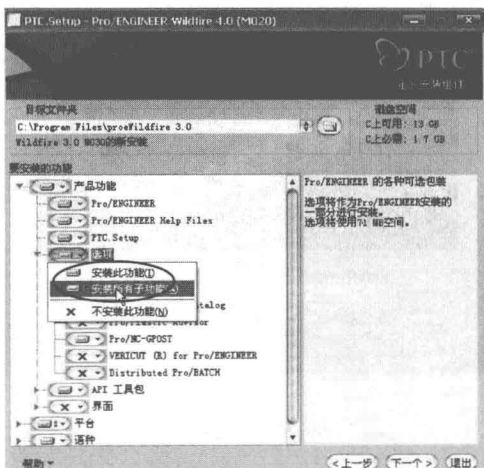
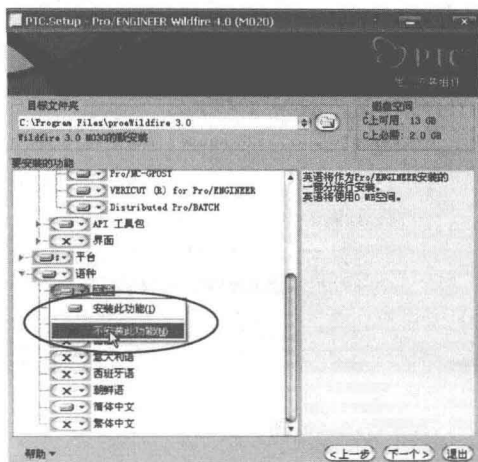

图 1-18
图 1-19
(12) 选左下角【选项】的三角形下拉选项, 选择【安装所有子功能】, 如图 1-18; 【语种】除简体中文外其他都选【不安装此功能】, 如图 1-19; 其余选项均采用默认设置, 按【下一个】。